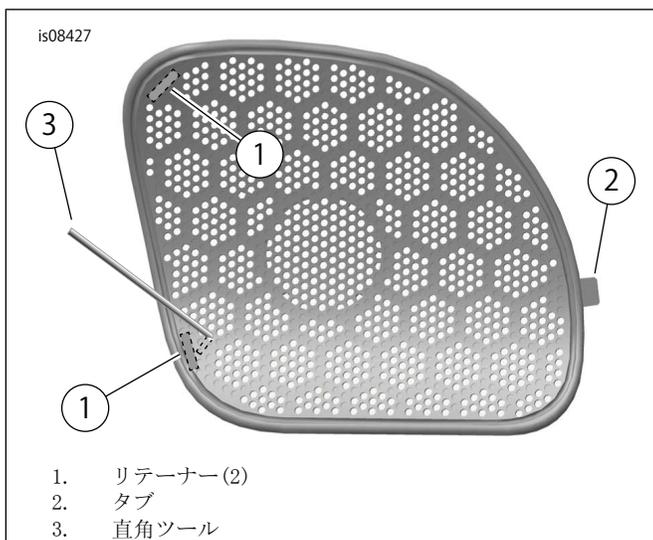

図1。スピーカーグリルの取り外し
- a. 「図1」を参照してください。直角ツール(3)を左グリルのいずれかのリテーナー(1)の脇の穴に慎重に入れてください。